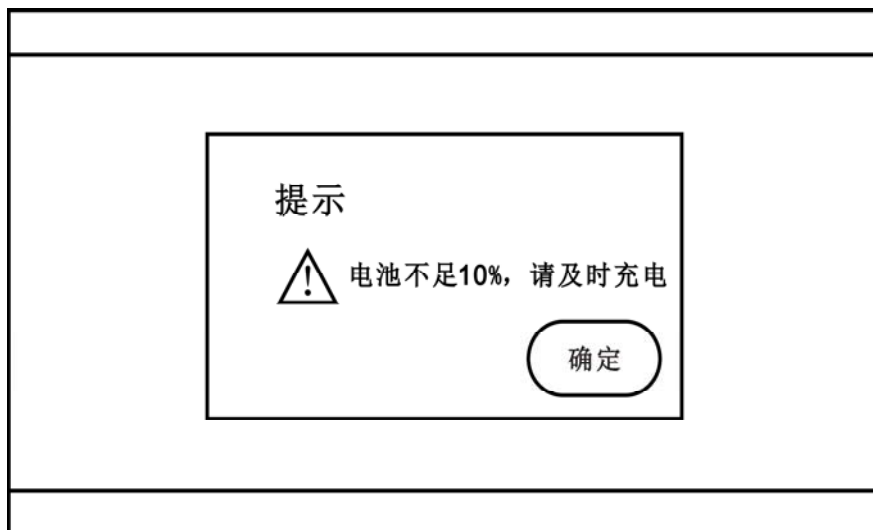

图 8
(3) 电池电量。开机状态下，右上角会显示电池电量的百分比以及图示，并且不同电量有不同的颜色，一共有 5 种颜色显示，红色 、黄色 、浅绿色 、绿色 、深绿色 。开机状态下，如果电池电量低于 10%，会弹出如下页面图 8，以提醒及时充电，点击确定即可返回原来的页面。